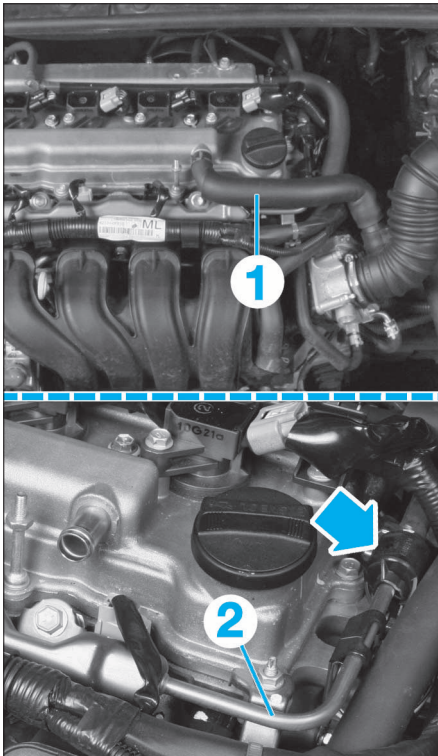

FIG. 56
- Débrancher (fig. 56) :
- la durit (1).
- la conduite de carburant (2).
- Débrancher la durit (2) (fig. 56).